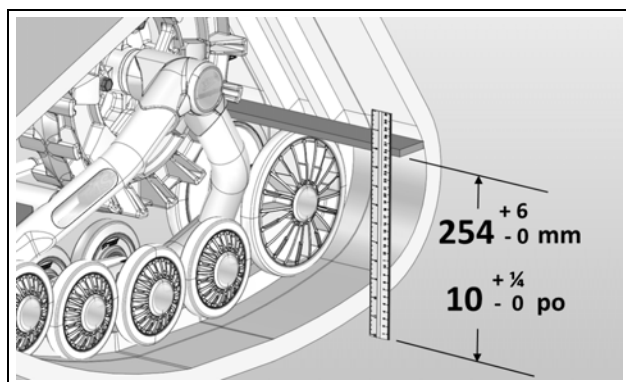

Figure 5
- Positionner une barre plate sur le dessus des roues arrière du système de traction avant et mesurer à partir du sol jusqu'à la barre plate tel que montré à la Figure 5.